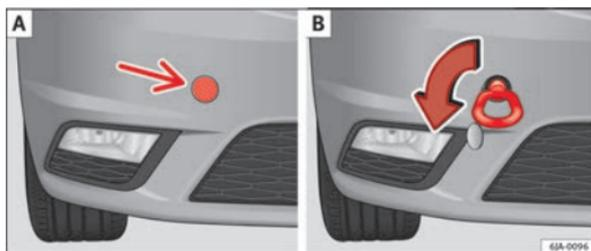

Fig. 145 Pára-choques dianteiro: tampa/montagem da argola de reboque
- Exerça pressão na zona esquerda da tampa no lugar da seta ⇒ Fig. 145 - **A**. ▶
- Enrosque a argola de reboque manualmente girando-a para a esquerda até acima ⇒ Fig. 145 - [B].